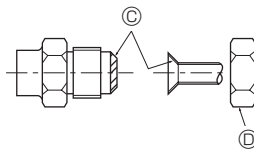

Fig. 4-1
### 4.2. Соединение труб (Fig. 4-1)
- ④ (Fig. 4-1)
- ⑤ (Fig. 4-1)